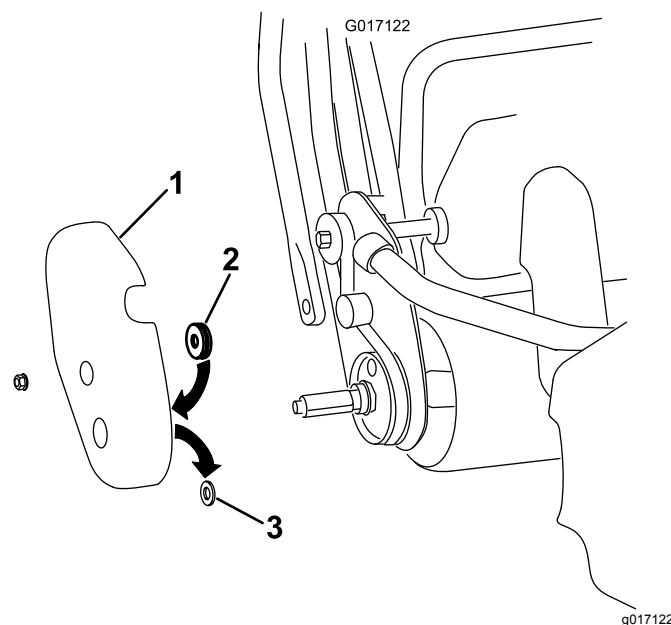

Рисунок 9
- A. Снимите с машины правую крышку привода барабана (Рисунок 9).
В. Извлеките из отверстия под вал в крышке барабана и удалите в отходы резиновую втулку (Рисунок 9).